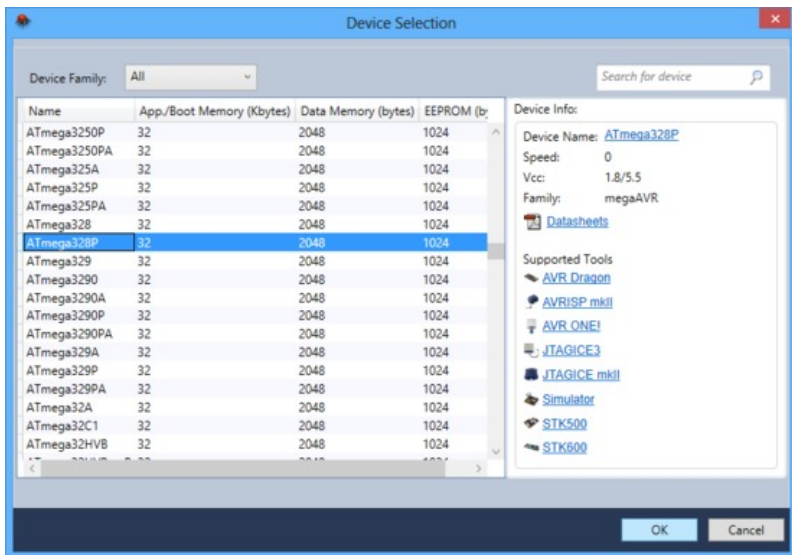

Рисунок 4.2 – Діалогове вікно Device Selection в Atmel Studio 6
2. У вікні Device Selection (рис. 4.2), оберіть ім'я пристрою AVR яке необхідно. Клікніть **ОК** для створення нового проекту.